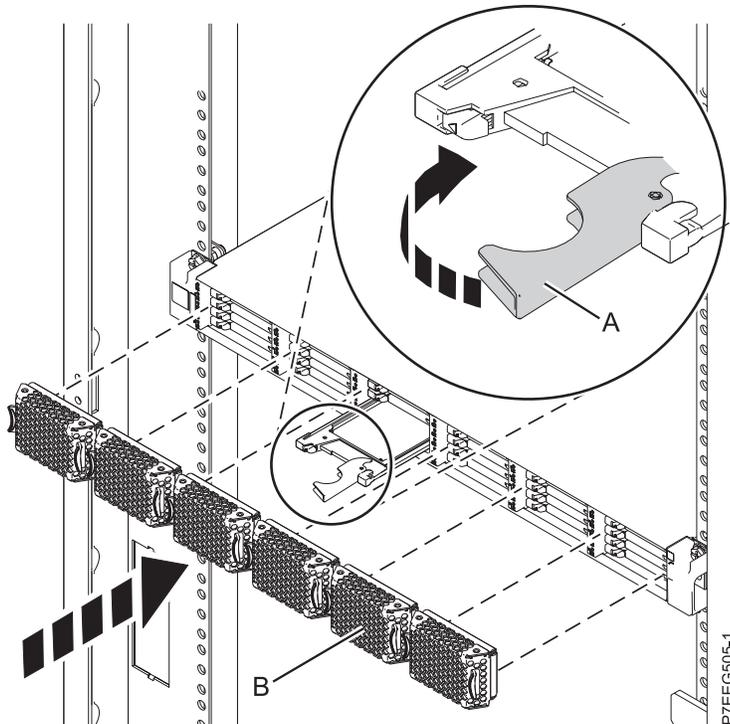

Figura 55. Sustitución de una unidad de estado sólido en Alojamiento de almacenamiento PCIe de EDR1.
3. Gire el asa (A) hasta la posición de bloqueo, como se muestra en Figura 55 en la página 90.
4. Instale la placa frontal (B).